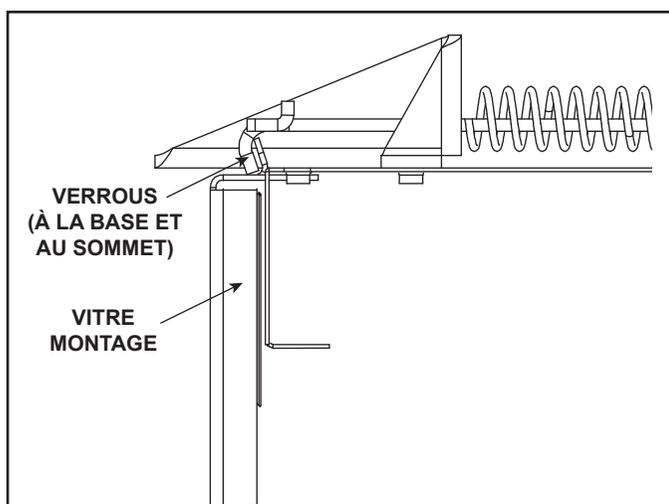

Figure 11.1 Panneau de verre fixe
- Remplacez le panneau de verre fixe sur l'appareil. Tirez et verrouillez les quatre verrous du panneau de verre fixe dans la gorge du cadre de la vitre. Voir la figure 11.1.